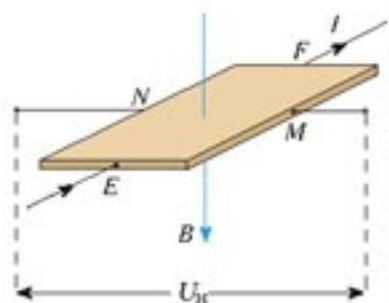

图6.1-9 霍尔元件的工作原理
**霍尔元件** 在一个很小的矩形半导体（例如砷化镓）薄片上，制作4个电极E、F、M、N，它就成了一个霍尔元件（图6.1-9）。在E、F间通入恒定的电流I，同时外加与薄片垂直的磁场B，则薄片中的载流子就在洛伦兹力的作用下，向着与电流和磁场都垂直的方向漂移，使M、N间出现了电压，称为霍尔电压 $U_H$ 。